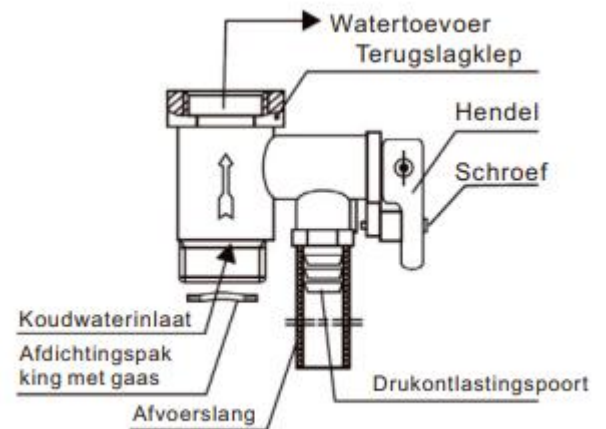

Figure 3
1. De veiligheidsklep (originele fabrieksidentificatie 0.8MPa) moet worden geïnstalleerd op de waterinlaatverbinding (zoals getoond in Fig. 3), Teflon tape moet worden opgewonden om afdichting te garanderen. De richting van de pijl moet overeenkomen met de stroomrichting van de waterinlaat van de elektrische boiler (zie Fig. 3). De netto afdichtende pakking moet worden geïnstalleerd bij de koud waterinlaat van de veiligheidsklep, en de afvoerslang bij de overdrukuitlaat van de veiligheidsklep moet worden geïnstalleerd om een continue
4. Bij normaal gebruik moet de handgreep van de veiligheidsklep (Fig.3) regelmatig geopend worden om calciumcarbonatafzetting te verwijderen. Methode: Trek de afvoergreep omhoog naar de horizontale positie (als de greep voorzien is van schroeven, verwijder dan de schroeven met een schroevendraaier voordat u deze handeling uitvoert) en controleer of de veiligheidsklep geblokkeerd is (of er water wordt afgevoerd). Als het geblokkeerd is, neem dan contact op met de onderhoudsafdeling.